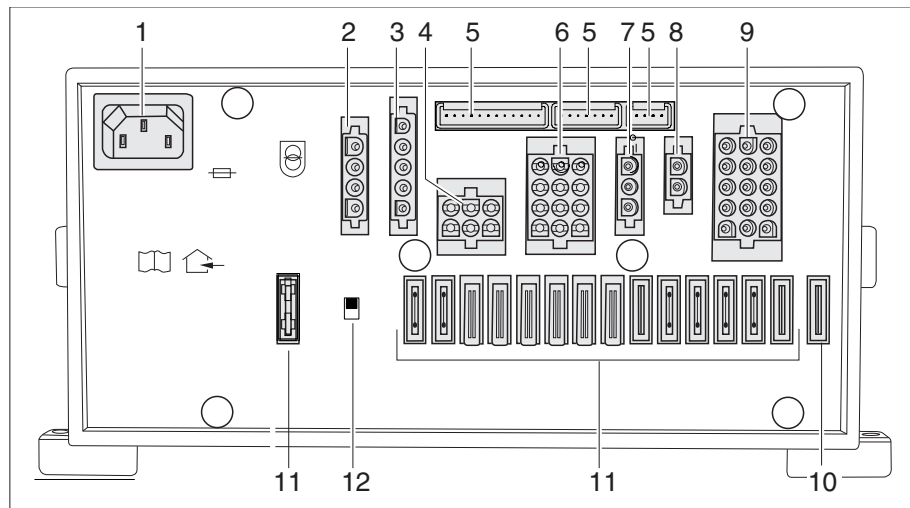

Bild 262 El-block (EBL 111)
- ▷ Batteribrytaren (Bild 262, 12) skiljer alla förbrukare som är anslutna på el-blocket från 12 V-nätet.